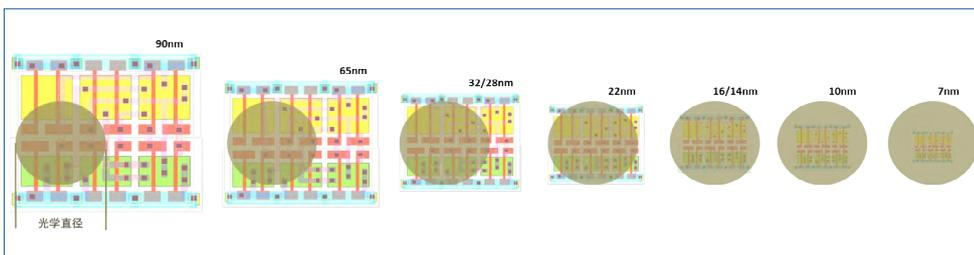

图 2：特征尺寸随着节点的每次升级而不断缩小。在 22 nm 节点，整个 IC 标准单元设计可能比光学直径还小。
光刻技术提出了一系列不同的挑战。早在 20 世纪 90 年代后期，特征尺寸就比光刻常用的光波长要小，而且此后差距一直在稳步增大。随着几何形状相对于光源波长不断缩小（图 2），光学效应对晶圆的影响也在持续恶化。光通过光掩模和步进器（扫描仪）光学元件时的干扰很容易引起衍射效应，使片上特征失真，甚至消失，进而导致集成电路 (IC) 无法使用。